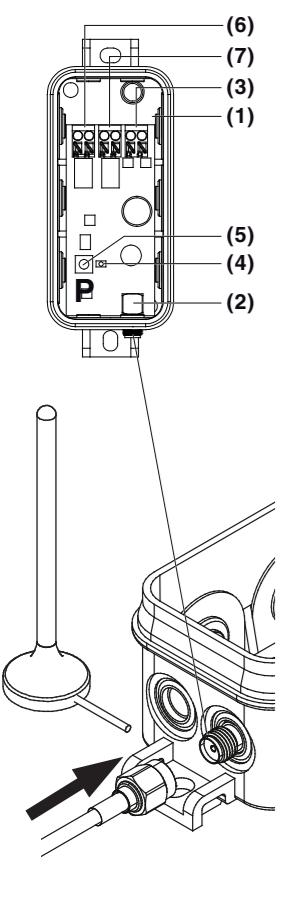

Fig. 2
2.2 Empfänger BDE324-2A (Fig. 2)